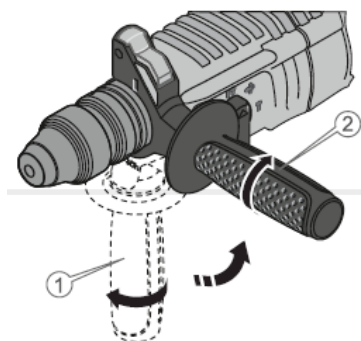

Рисунок 3. Схема встановлення та налаштування допоміжного руків'я.
2) Встановити на перфораторі допоміжне руків'я (11, рис. 1) в таке положення, яке буде забезпечувати зручність під час роботи та надійно закріпити згідно з рис. 3